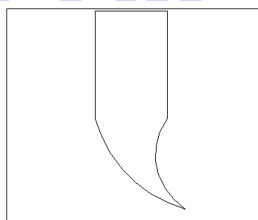

图 15-29
(4) 修剪处理。单击  按钮或者在命令行直接输入 trim, 修剪上述图形, 结果如图 15-29 所示。